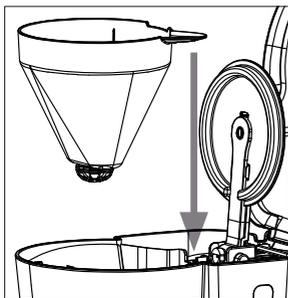

Abb. 1
- 3) Setzen Sie, falls noch nicht geschehen, den Filterhalter **11** so in die Filterhalteraufnahme **9**, dass der Griff durch die Aussparung in Richtung Wassertank **10** ragt (siehe Abb. 1):